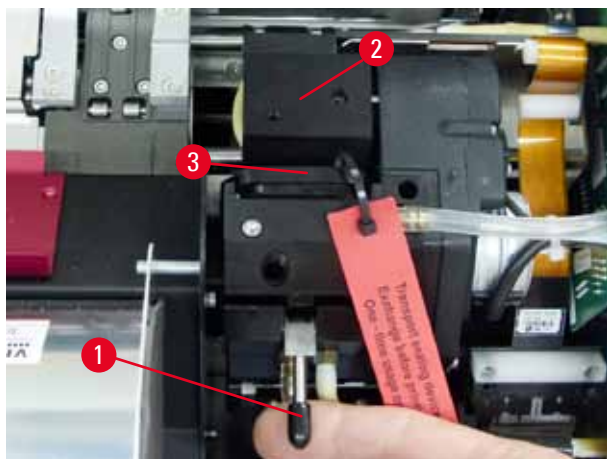

Fig. 30
4. O cabeçote de impressão (→ "Fig. 30-2") se move para cima até uma posição de aprox. 1 cm de distância do lábio de vedação (→ "Fig. 30").